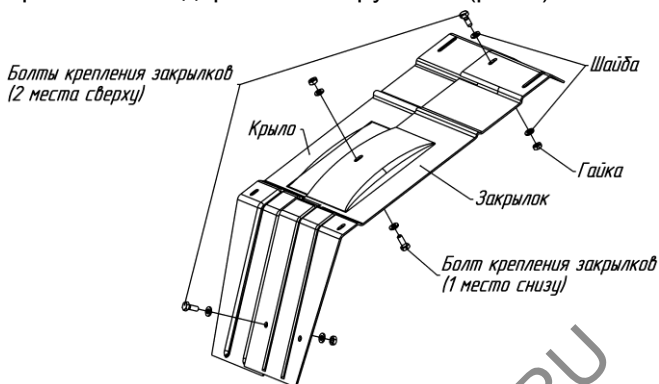

Рис.3. Схема крепления закрылков (дополнительных крыльев)
27. При фрезеровании защитные устройства и щитки должны быть установлены на соответствующие места и надежно закреплены с помощью исправного стандартного инструмента (рис.3).